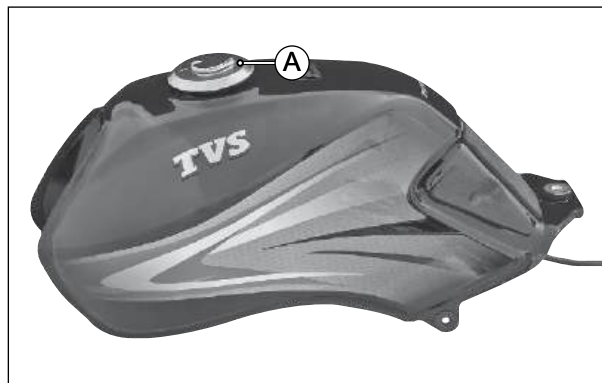

Fig. 4.1
- O tanque de combustível está localizado no chassi, na frente do piloto, próximo à coluna de direção e possui uma tampa com trava (A). A bomba de combustível existente no interior do tanque puxa o combustível, o qual é filtrado através do filtro de combustível e enviado ao injetor de combustível. (Fig. 4.1)